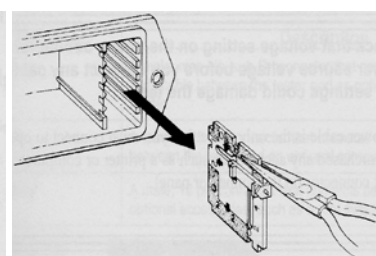

Abb. 3-10 Entnehmen
3. Nutzen Sie eine Zange um die Spannungs-Pinne im Inneren zu verschieben, wie in Abb. 3-10 dargestellt.